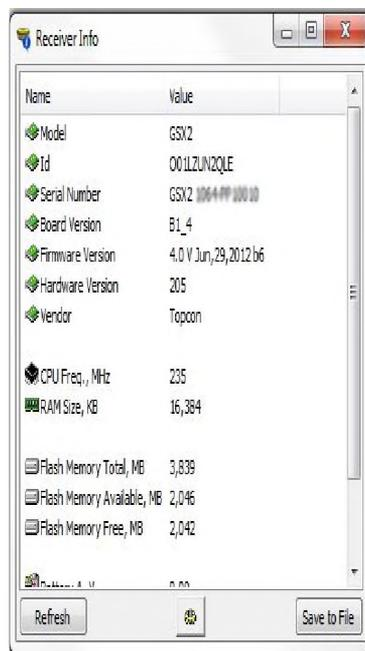

Рис. 6. SRU - Інформація о приймнику
6. В главном окне SRU нажмите пиктограмму Информация. Откроется окно Информация о приемнике (Рис. 6).